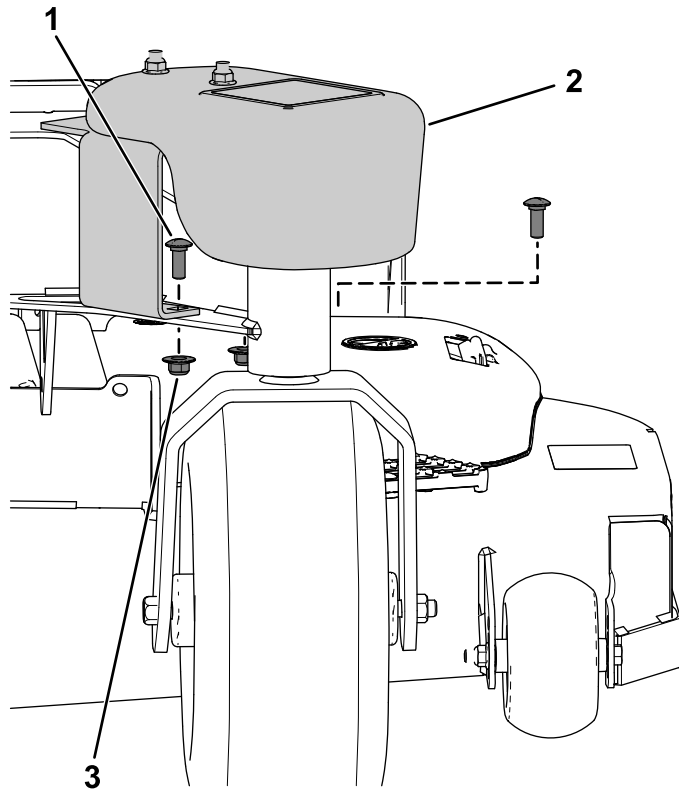

Figura 6
1. Prenda o peso ao braço da roda giratória utilizando dois parafusos de carroçaria ($\frac{3}{8}$ pol. x 1 pol.) e duas porcas flangeadas ($\frac{3}{8}$ pol.), como se mostra na Figura 6.